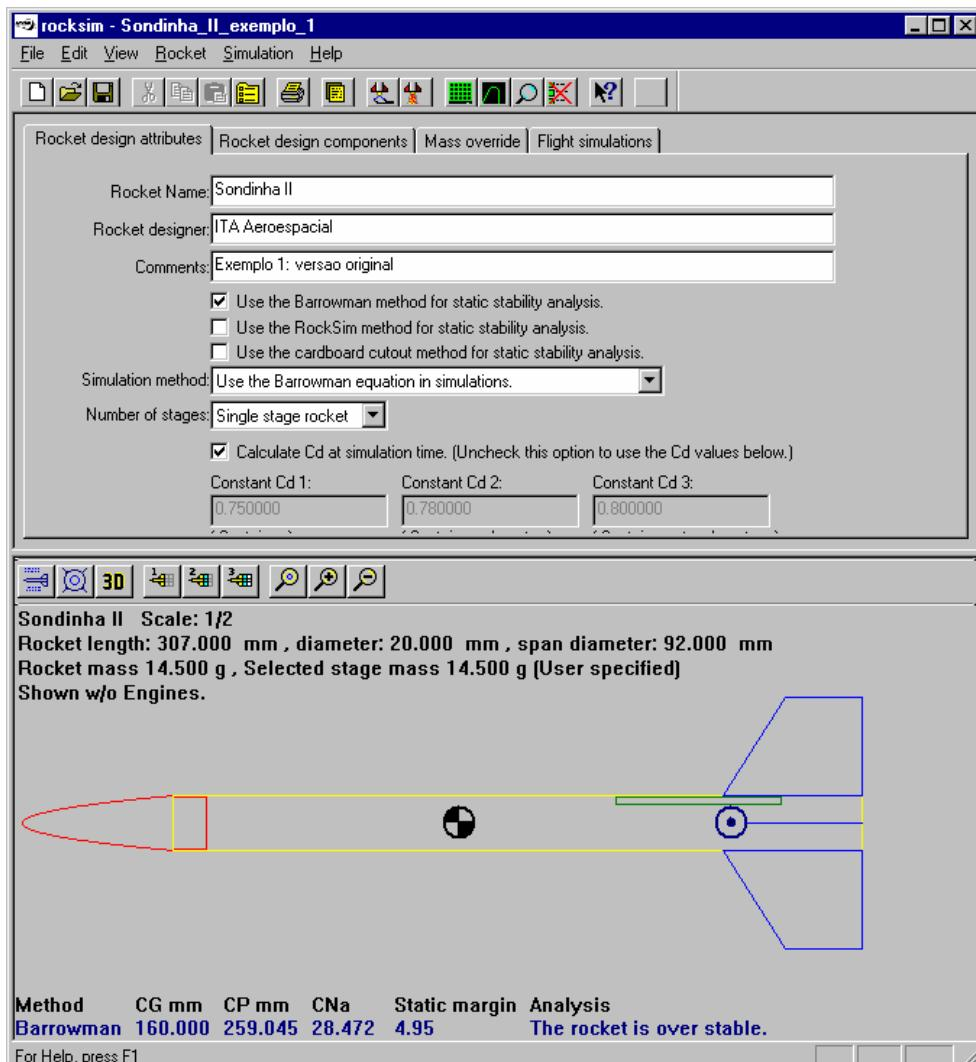

Figura 1. Resultados do arquivo “Sondinha\_II\_exemplo\_1.rkt”.
3) Conferir se os resultados mostrados na janela principal são os mesmos da Figura 1, abaixo.